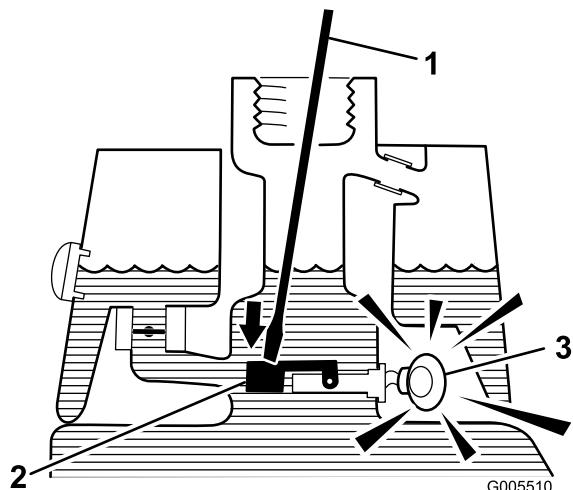

図 26
3. 汚れのない棒やドライバを差し込んで、フロートを軽く押さえてやる**図 26**。秒後にアラームが鳴れば正常である。